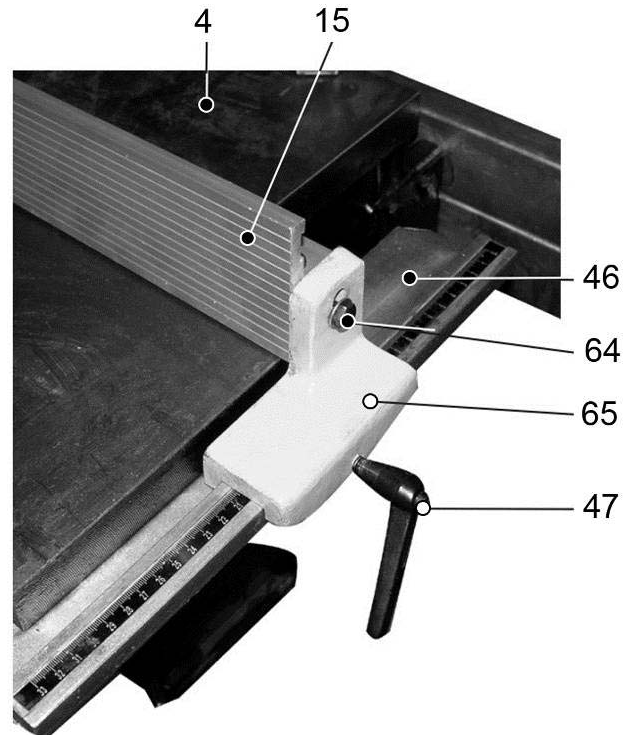
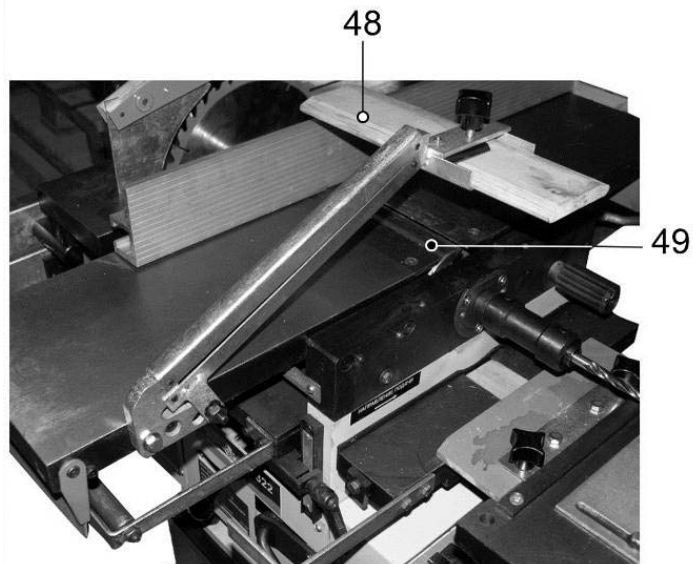

Рис. 18
Рис. 9
- направляющую планку (15) переустановить на опоре (65) лицевой стороной к строгальному валу, как показано на Рис. 18;
- по шкале рельсы (46) определить положение направляющей планки (15) и зафиксировать положение ручкой фиксации (47);
- болтом фиксации (64) зафиксировать выбранный угол наклона направляющей планки (15) относительно подающего стола (23) (см. п. 9.6.);
- поворотом ручки фиксации (34) ослабить фиксацию положения строгального стола подачи (23);
- ручкой регулировки высоты строгания (33) установить необходимую глубину строгания (см. п. 9.5.);
- защитной планкой (48) закрыть не принимающую участия в строгании часть строгального вала (49), Рис. 9;
- при выполнении несквозного строгания защитным кожухом (14) закрыть не принимающую участия в строгании часть строгального вала (49), Рис. 9, 16.
- ослабить фиксацию ручки (26), ручкой регулировки высоты рабочего стола рейсмуса (24) установить необходимое положение рабочего стола рейсмуса (30). Положение зафиксировать ручкой (26);
8.2.6. На боковой поверхности стола подачи (23) установите и закрепите кронштейн защитной планки рабочего вала (17). На кронштейне (17) установите и закрепите защитную планку (48), Рис. 9.